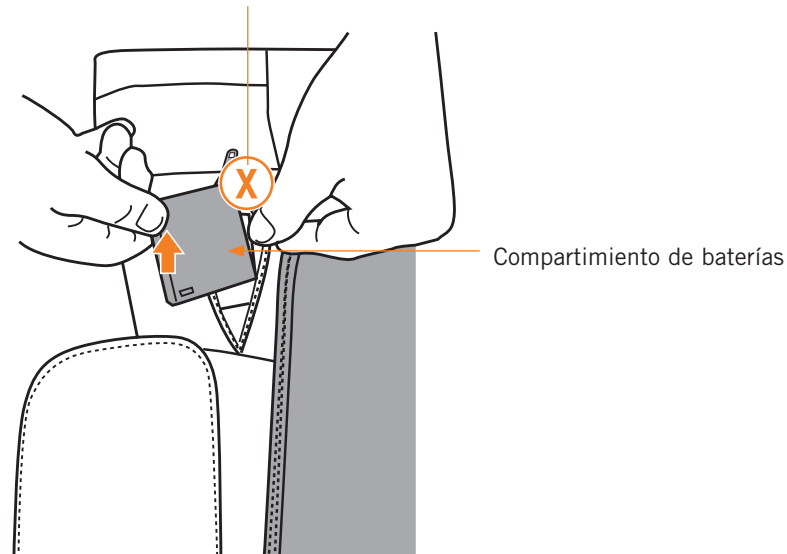

Fig.25
3. Levante hacia arriba el borde del compartimiento de la batería de color negro más cercano al borde de la almohadilla (no tire del borde de la caja desde donde el cableado es visible). (Fig.25)